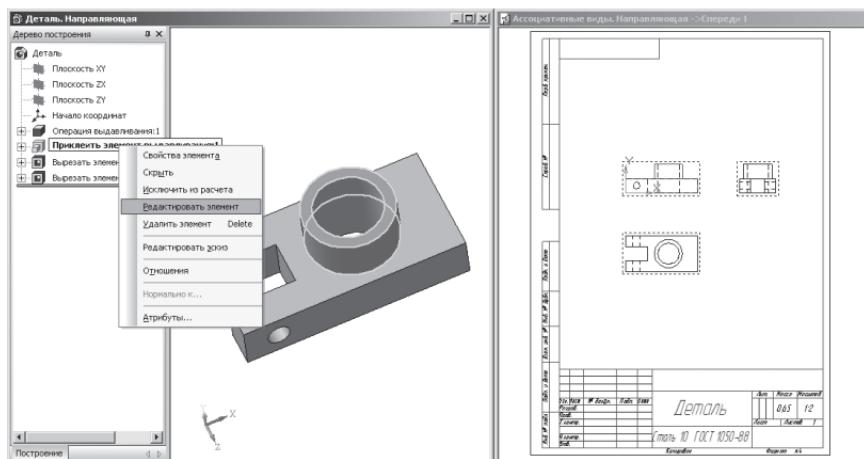

Рис. 315
- Активизируйте окно документа **Деталь. Направляющая**. Щелчком ПКМ выделите элемент **Приклеить элемент выдавливания: 1** и войдите в режим **редактирования элемента** (рис. 315). Измените величину приклеивания Расстояние 1 – 40 мм. Создайте объект.